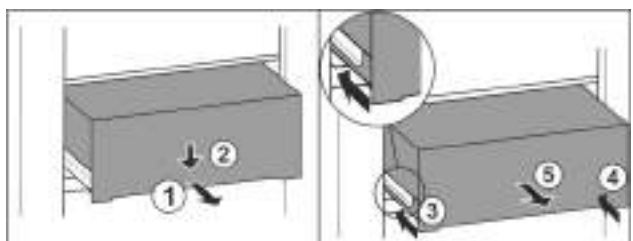

Fig. 233
- ▶ Вытяните выдвижной ящик наполовину. Fig. 233 (1)
- ▶ Вдавите выдвижной ящик в передней части вниз. Fig. 233 (2)
- ▶ Задвиньте левую направляющую прим. на 2 см. Fig. 233 (3)
- ▶ Задвиньте правую направляющую прим. на 2 см. Fig. 233 (4)
- ▶ Извлеките выдвижной ящик движением вперед. Fig. 233 (5)